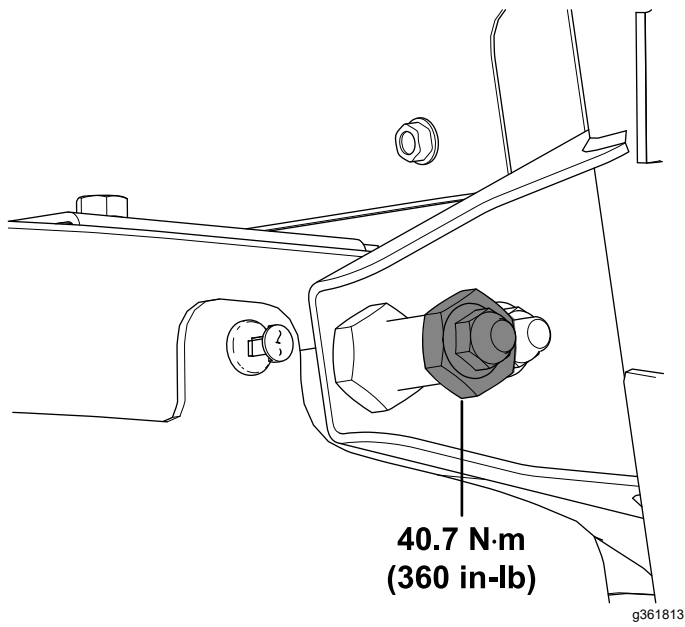

Figura 27
22. Apriete la contratuerca ($\frac{3}{8}$ " a 40,7 N·m, tal y como se muestra en la Figura 27.